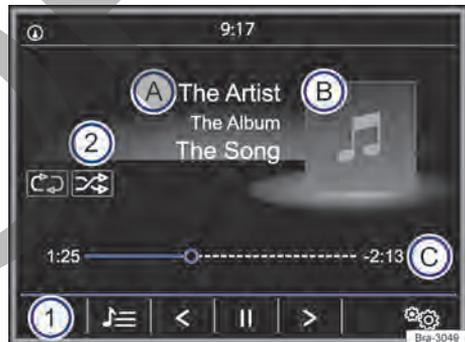

Fig. 153 Menú principal MEDIA.
- Presionar la tecla de la radio MEDIA para abrir el menú principal *MEDIA* → fig. 153.
Las fuentes de medios que se reproducen actualmente se exhiben en el botón de función en la parte inferior izquierda → fig. 153 ①.
- **O**: en el menú principal *MEDIA* pulsar el botón de función → fig. 153 ① y seleccionar la fuente de medios deseada.